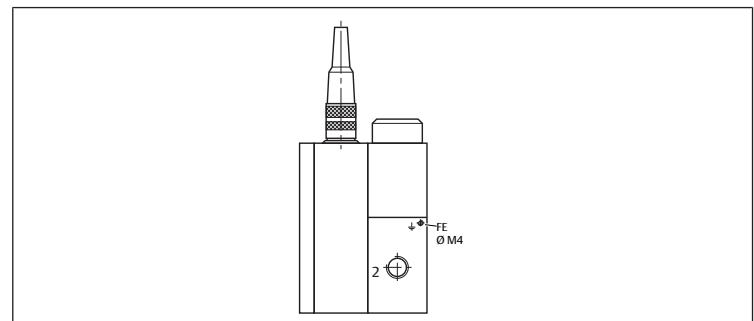

Abb. 2: Ventilgehäuse erden
2. Ventilgehäuse über den Erdungsanschluss FE (\varnothing M4) niederohmig mit der Funktionserdung (FE) verbinden. Siehe → Abb. 2.